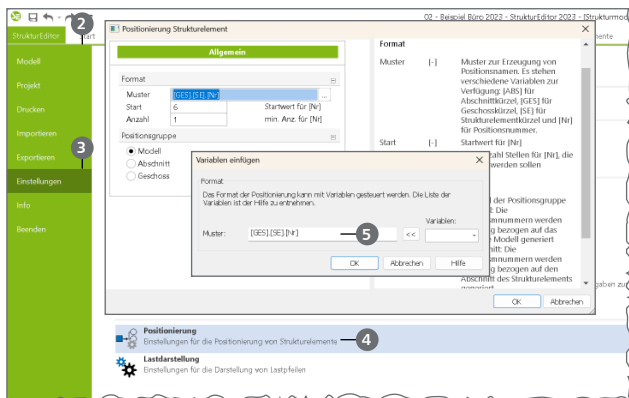

Bild 4. Steuerung des Musters für die Umbenennung
Soll bei einem Wand- oder Stützenstrang die durchlaufende Nummer konstant bleiben, wird es erforderlich, die Variable für das Geschosskürzel mit in den Namen zu integrieren. Somit kann die notwendige Eindeutigkeit im Namen erreicht werden. In Bild 4 wird das Muster „[GES].[SE].[Nr]“ ⑤ gewählt. Somit wird ein Name aus den Bestandteilen „Geschosskürzel“, „Kürzel für Elementtyp“ und „durchlaufender Nummer“ erzeugt. Darüber hinaus wird dort als Positionsgruppe das „Modell“ gewählt, damit das komplette Strukturmodell einheitlich mit diesem Muster bearbeitet wird.